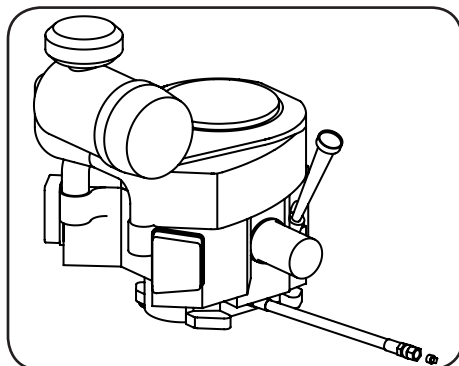

Figure 4-1
2. Repérez le boyau de vidange d'huile sur le moteur. Voir Figure 4-1.
5. Tenez l'extrémité libre du boyau de vidange d'huile au-dessus du récipient, puis dévissez le bouchon à tête carrée du boyau. Voir Figure 4-1. Vidangez l'huile du moteur dans le récipient.